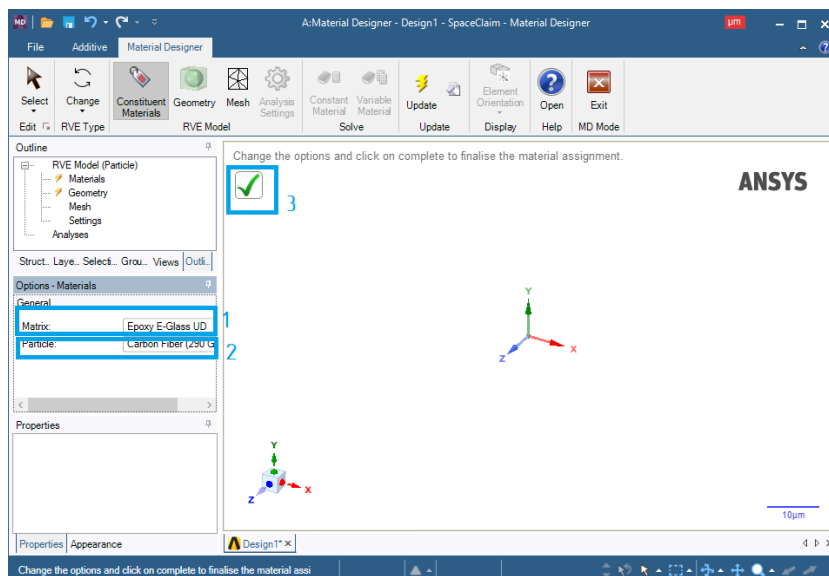

Рис. 8. Присвоение материалов
5. В появившейся слева панели необходимо присвоить материал матрицы/наполнителя (1) и частицы/волокон (2) (рис. 8). После чего необходимо применить изменения (3).